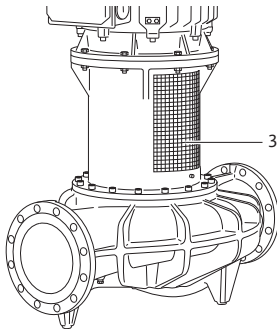

Fig. 48: Захисний кожух муфти
- Експлуатація насоса дозволяється лише зі встановленими захисними кожухами муфти (Fig. 48, поз. 3).